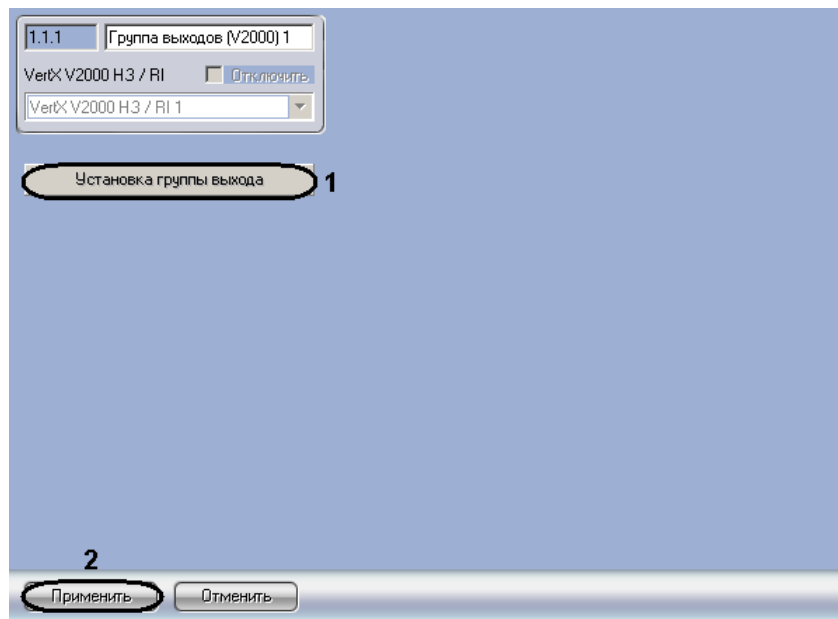

Рис. 3.7—13 Настройка групп выходов
2. Нажать кнопку **Установка группы выхода** (см. Рис. 3.7—13, 1).